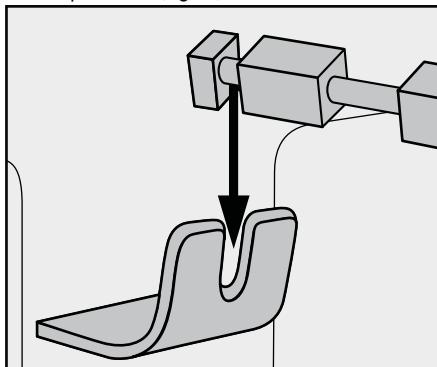

Fig. 2: Colocación del espetón 16 en el alojamiento del espetón 9
- Tras esto, inserte ahora el otro extremo del espetón 16 con la muesca profunda en el alojamiento del espetón 9 (fig. 2):